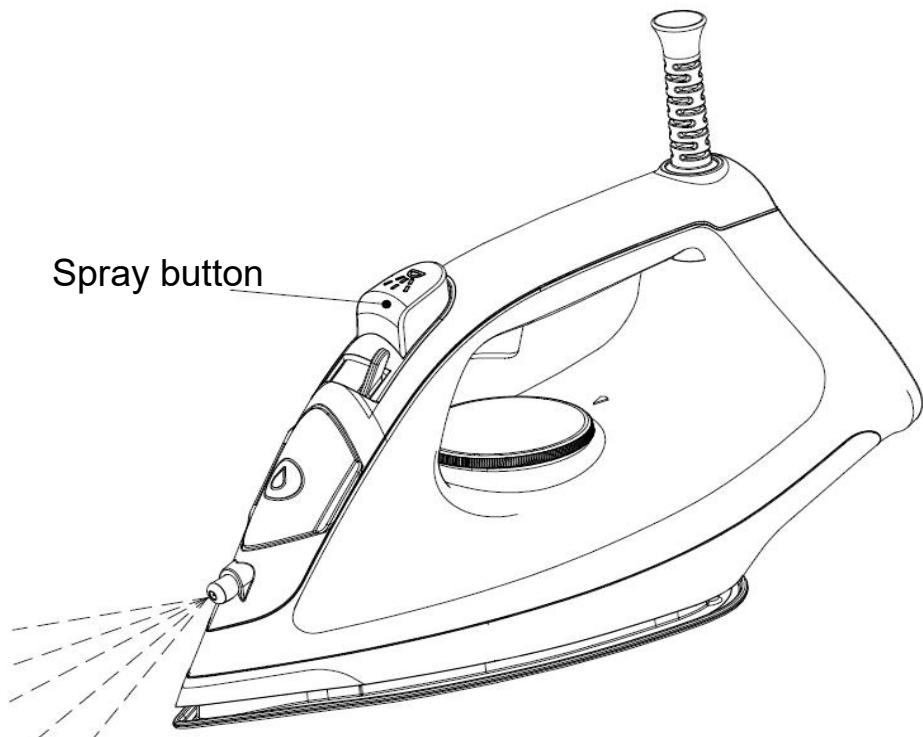

Fig.6
38. È possibile spruzzare la nebbia premendo una volta il pulsante Spray (vedere Fig.6).